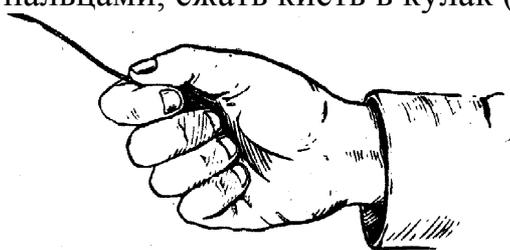

Рис. 6. Как берется шнур для вращения прашевого термометра
- надеть петлю шнура на средний палец руки и зажать шнур указательным и большим пальцами, сжать кисть в кулак (рис. 6);